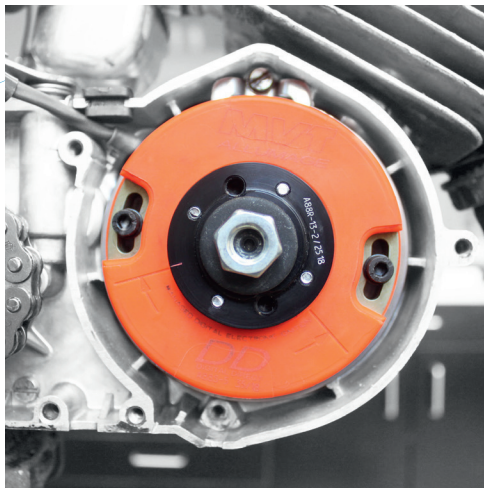

Abb.4
- ▶ In dieser OT-Stellung den Rotor mit seiner roten Markierung deckungsgleich auf die linke Statormarkierung ausrichten und auf die Kurbelwelle schieben. Jetzt befestigen Sie den Rotor unter Verwendung der mitgelieferten Unterlegscheibe mit der Originalmutter M10 x 1. Abb.4